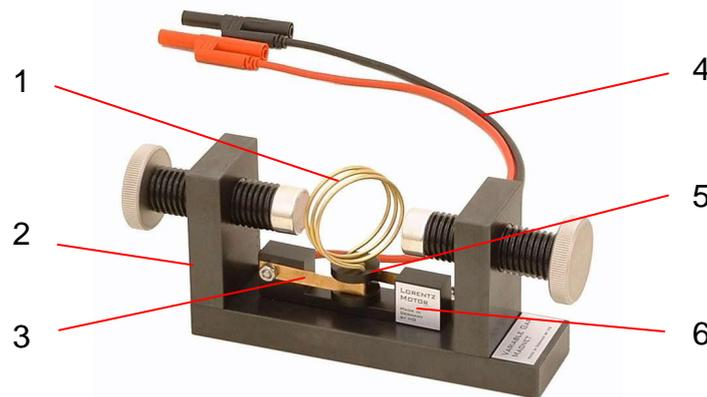

Abb. 1: Komponenten
Die fest angebrachten Anschlussleitungen (4) sind mit handelsüblichen Sicherheits-Laborsteckern mit 4 mm Durchmesser versehen. In einer Leitung befindet sich noch ein Vorwiderstand mit ca. 0,16 Ohm (in Abb. 1 nicht sichtbar), um den maximalen Motorstrom soweit zu begrenzen, dass die elektronische Regelung von handelsüblichen Netzgeräten nicht „durcheinander gebracht“ wird.